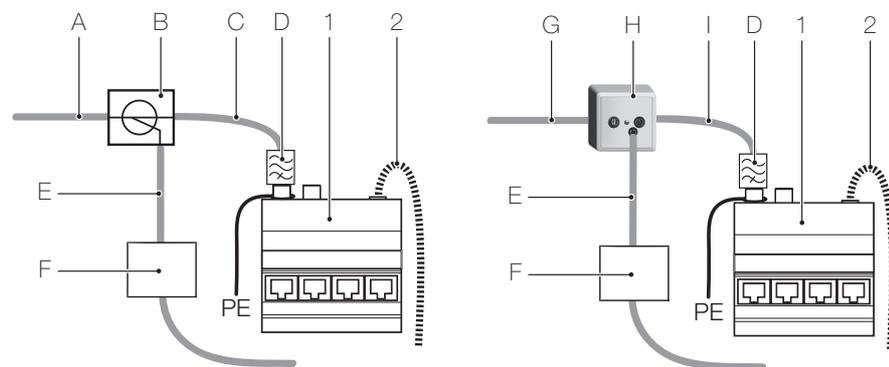

Fig. 55 Anschluss eines Kabelmodems
- D Beim ev. Anschluss eines Kabelmodems ist die in *Fig. 55* aufgezeigte Konfiguration vor den 2fach F-Verteiler zu schalten.
Verkabeln Sie das R/TV-Verstärkermodul gemäss *Fig. 55*